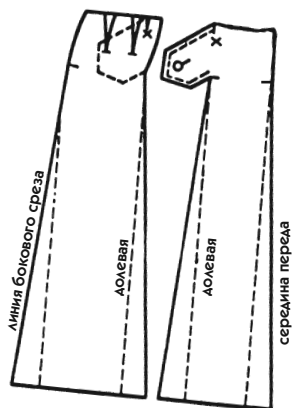

Рис. 257
2. Переведите по отдельности обе части юбки и добавьте расширение в форме половин фалды, которые отходят от одного уровня, соответствующего нижнему краю паты (рис. 257). Для примера возьмите половину фалды шириной 5 см.
- Отметьте точку соединения между двумя частями юбки (засечка X) и чуть дальше дойдите до точки, от которой начинается фалда (рис. 257).